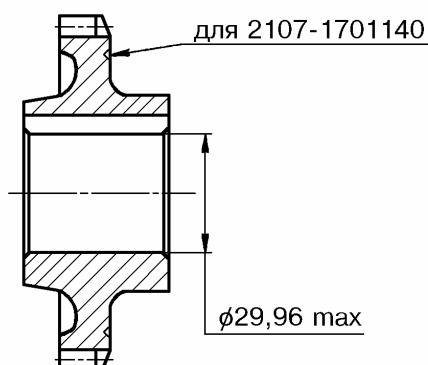

Рис.42. Шестерня заднего хода вторичного вала – 2101-1701140, 2107-1701140.
4.2.11 Шестерня заднего хода вторичного вала – 2101-1701140, 2107-1701140, рис.42.